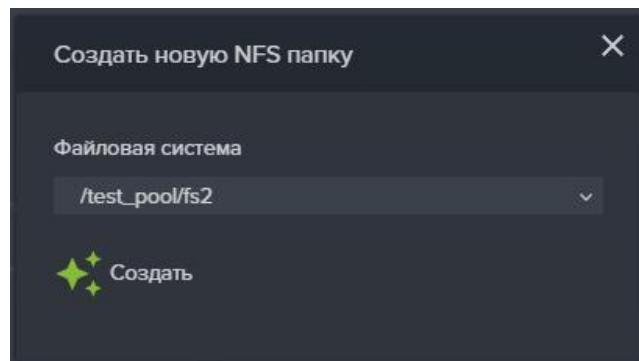

Рисунок 60. Окно создания NFS папки
2. Нажмите на кнопку «Создать новую NFS папку», откроется одноименное окно (см. Рисунок 60);